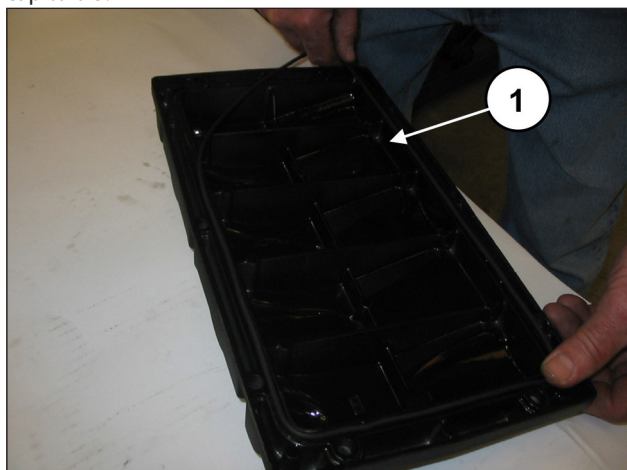
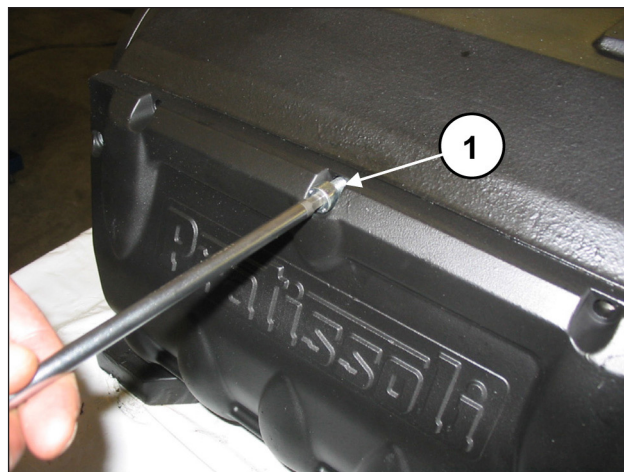

Fig. 74
Fig. 75
Inserire la linguetta 16x10x90 nel pignone. Inserire l'O-ring nel coperchio posteriore (pos. ①, Fig. 74) e fissarlo al carter mediante 10 viti M8x18 (pos. ①, Fig. 75). Tarare le viti con chiave dinamometrica come indicato nel capitolo 3.